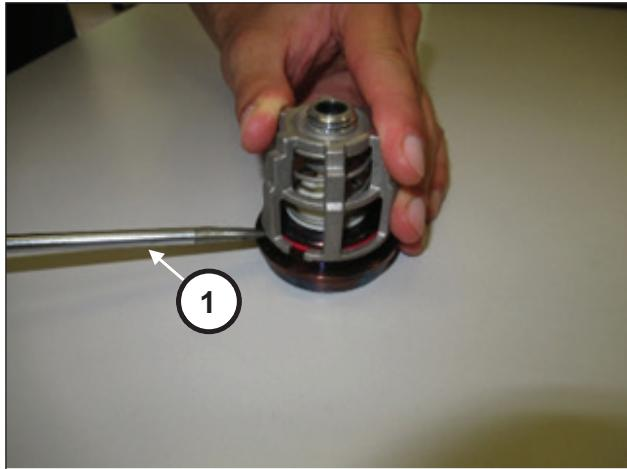

Рис. 142
Демонтируйте узлы всасывающих и нагнетательных клапанов, используя в качестве рычага простые инструменты (поз. ①, Рис. 142).